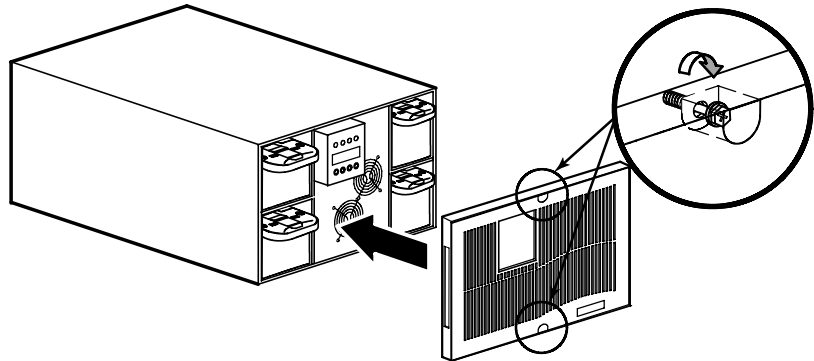

Figura 6. Cómo volver a colocar la cubierta delantera del SAI
3. Vuelva a colocar la cubierta delantera del SAI y apriete los dos tornillos de la cubierta delantera (consulte la Figura 6).